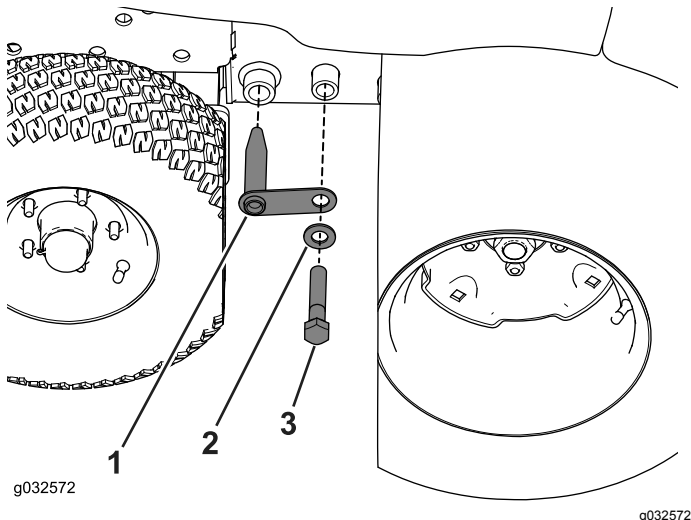

Figura 69
4. Utilice el pasador de acoplamiento, el perno ($\frac{3}{4}$ x 4") y la arandela para sujetar el bastidor de invierno al bastidor de la máquina (Figura 69).